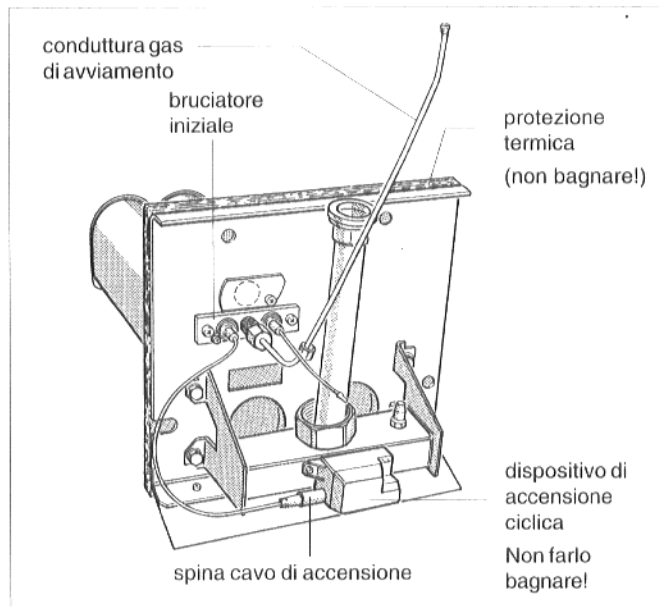

Fig. 46: Bruciatore gas
- Allentare il collegamento a spina del cavo di accensione al dispositivo di accensione (Fig. 46).
- Allentare la tubazione di gas di avviamento al bruciatore di avviamento (Fig. 46).
- Allentare le due viti al bruciatore di avviamento ed estrarre con attenzione il bruciatore di avviamento (Fig. 46).
- Immergere le barrette in una soluzione acqua-detergente e spazzolarle facendo attenzione a non bagnare l'isolazione termica allo schermo del bruciatore ed il dispositivo di accensione ciclica! Svitare eventualmente il dispositivo di accensione ciclica (Fig. 46).